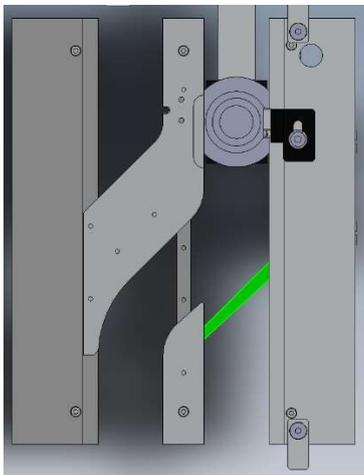

Abbildung 3: Ausrichtung der Umlenkvorrichtung
- die Position der Umlenkvorrichtung mit den Profilen ausgerichtet ist, wenn ein Röhrchen umgelenkt wird, siehe *Abbildung 3*; Röhrchen, die vom Analysator weitergeleitet werden müssen, werden flüssig umgelenkt, wobei keine fehlen und es zu keiner Blockade des Trägers kommt.